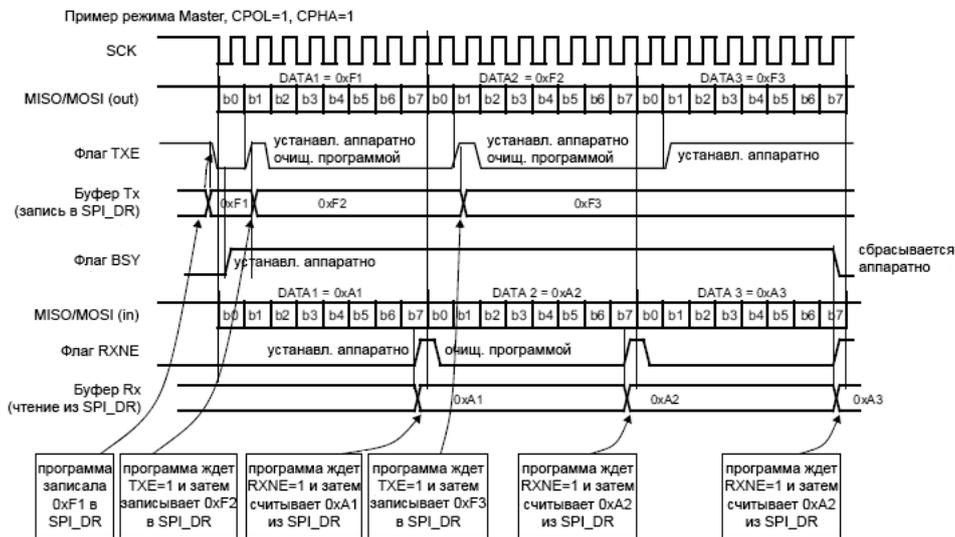
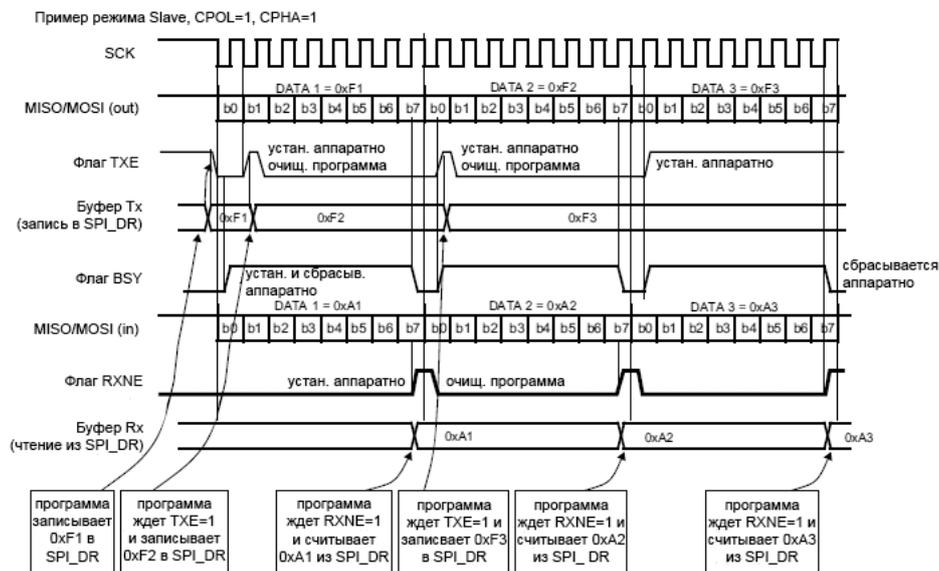

Рис. 253. Поведение TXE/RXNE/BSY в режиме Master / full-duplex (BIDIMODE=0, RXONLY=0), в случае непрерывной передачи.
Рис. 254. Поведение TXE/RXNE/BSY в режиме Slave / full-duplex (BIDIMODE=0, RXONLY=0), в случае непрерывной передачи.
**Дуплекс.** Для полнодуплексной процедуры передачи и приема в режиме master или slave (BIDIMODE=0, RXONLY=0) программа должна следовать следующей процедуре для передачи и приема данных (см. рис. 253 и рис. 254):